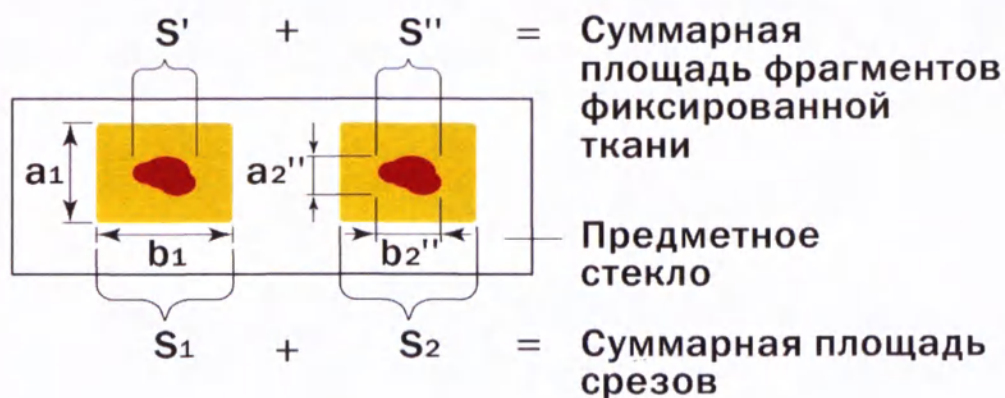

Рисунок 1 – схема срезов с FFPE-блока
- СУММАРНАЯ ПЛОЩАДЬ ФРАГМЕНТОВ ФИКСИРОВАННОЙ ТКАНИ И КОМПЛЕКСОВ КЛЕТОК ЧЕЛОВЕКА ОТ 2 СМ² (СМ. РИСУНОК 1),
Для определения площади среза и площади фрагментов ткани использовать формулу вычисления площади прямоугольника $S=ab$ (см. Рисунок 1).